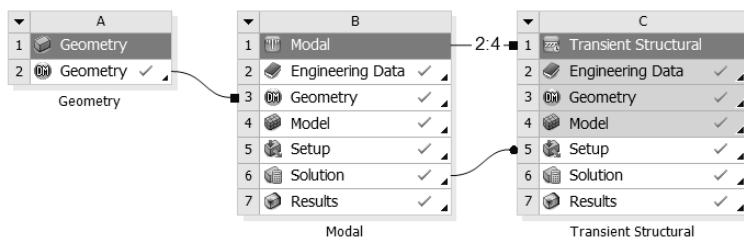

图 9-48 项目管理区中的分析项目
Step1：单击 Mechanical 界面右上角的 （关闭）按钮，退出 Mechanical，返回到 Workbench 主界面。此时，主界面的项目管理区中显示的分析项目均已完成，如图 9-48 所示。